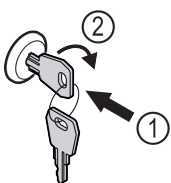

Fig. 177
- ▶ Πιέστε μέσα το κλειδί Fig. 177 (1).
- ▶ Περιστρέψτε το κλειδί 90° δεξιόστροφα Fig. 177 (2).